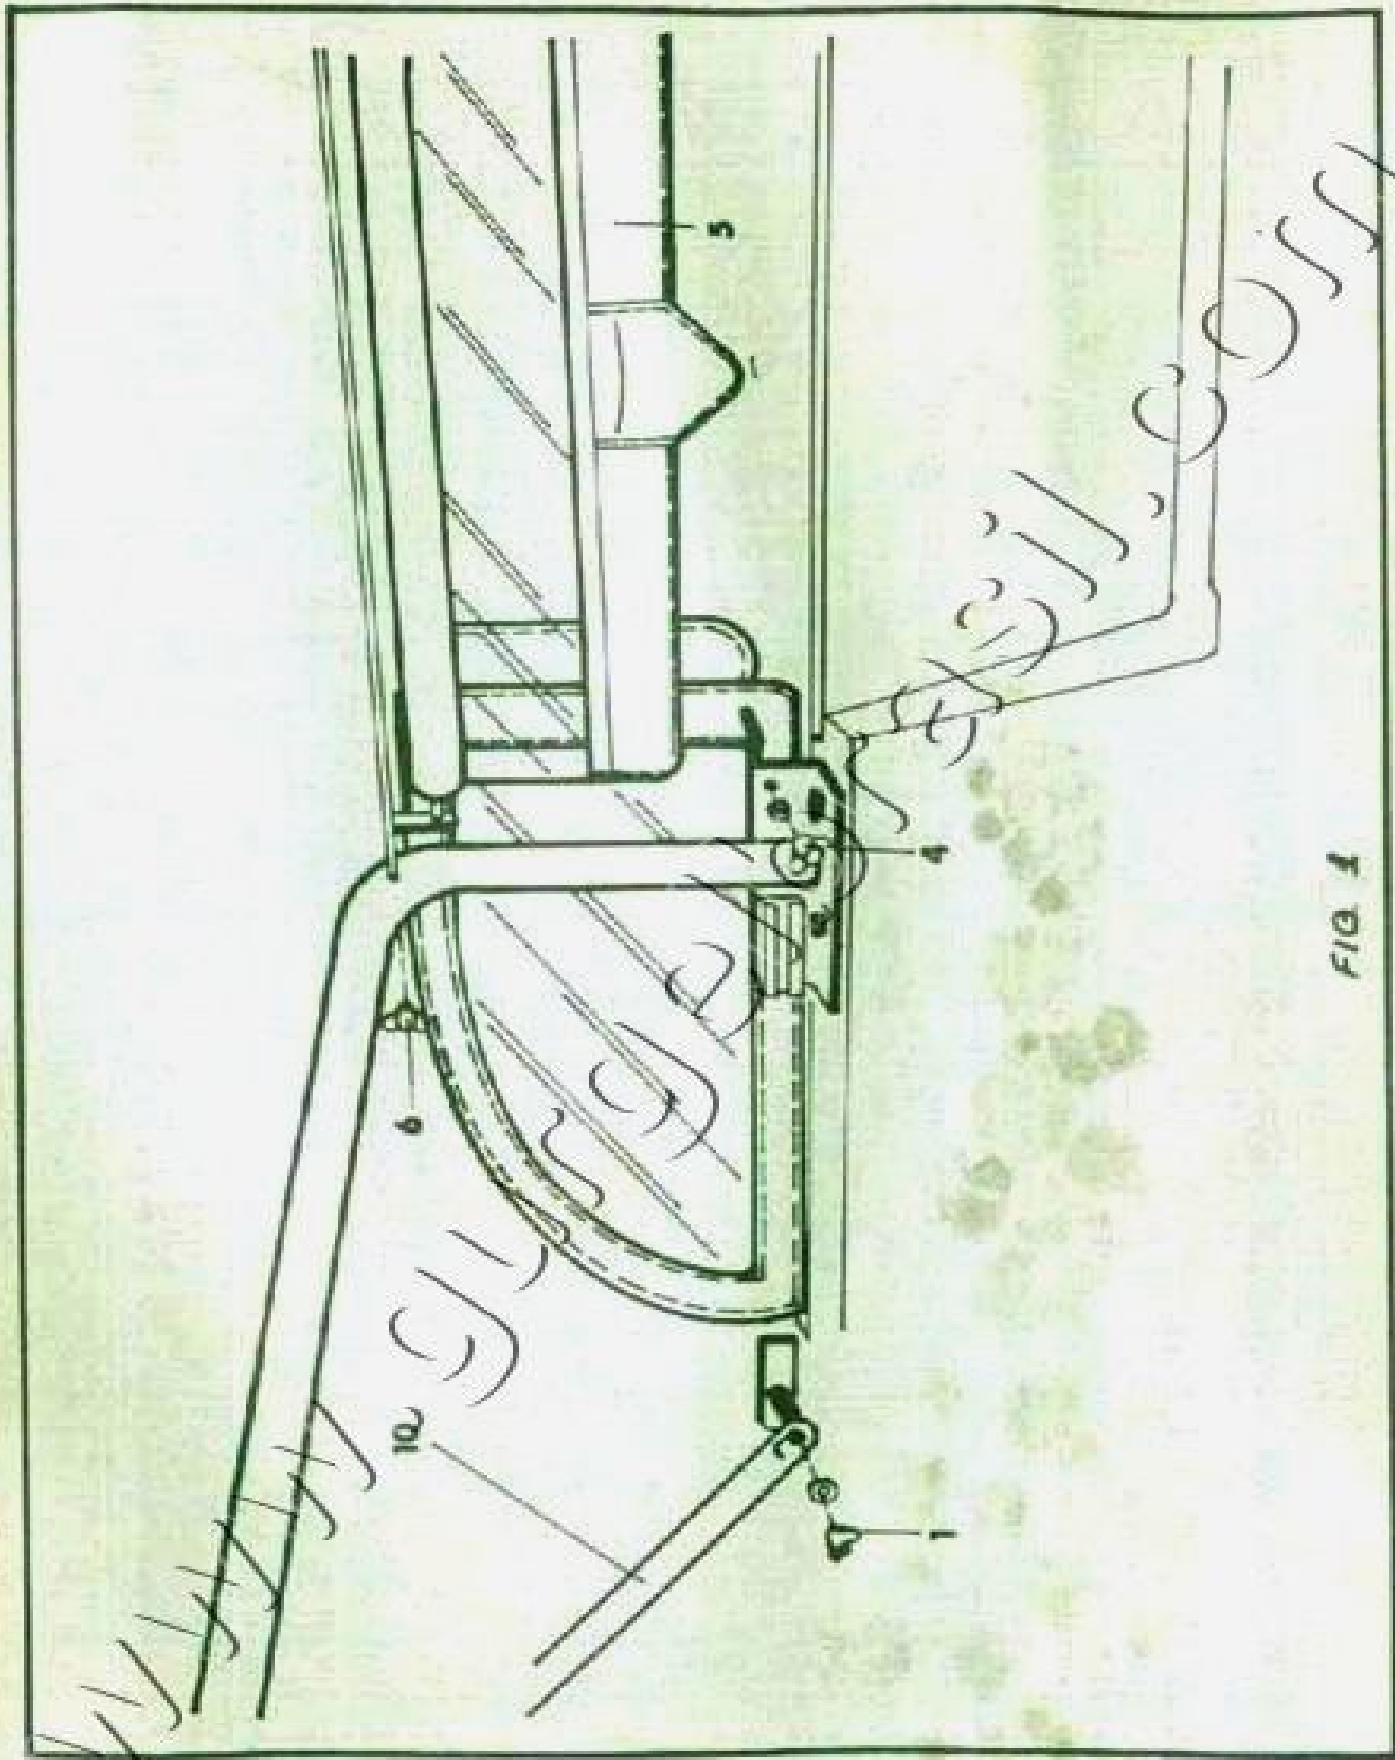

FIG. 1
- 2 - Soltar as borboletas de fixação do cajado (item 1 - fig. 1).
- 3 - Rebater o cajado no sentido da traseira do veículo (item 10 - fig. 1).
- 7 - Para retirar as laterais traseiras basta apenas remover as borboletas (item 4 - fig. 1) e desengatá-las do parafuso (item 7 - fig. 2).
- 8 - Para remover as cortinas (item 5 - fig. 1), basta soltar as borboletas (item 6 - fig. 1). Para que as cortinas se soltem, deve-se levantar a parte presa ao parabrisa, tracionando-as para a dianteira do carro, desencaixando os pinos roscados, onde, inicialmente estavam localizadas as borboletas (item 6 - fig. 1).